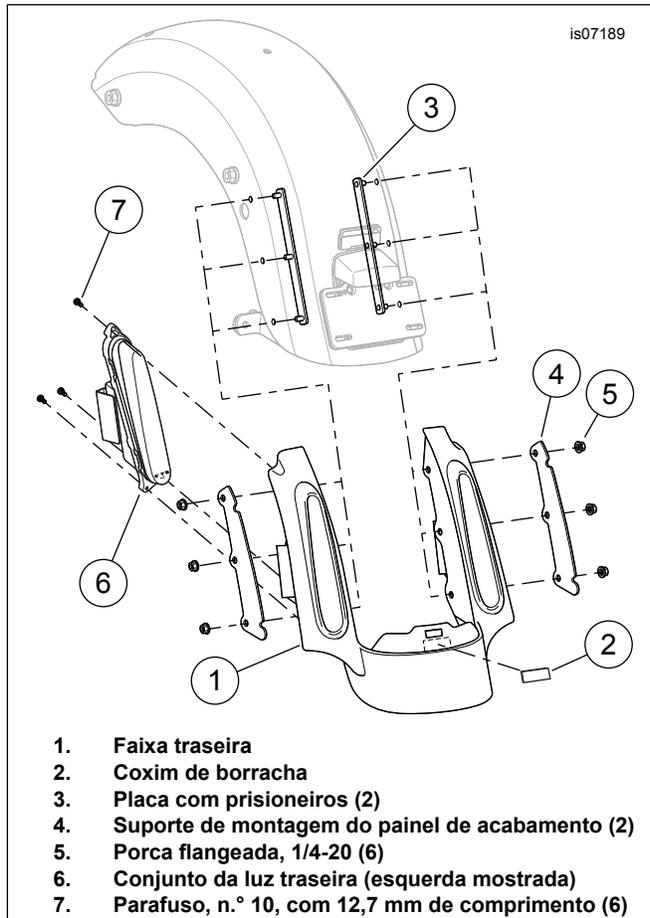

Figura 4. Instalação do painel de acabamento traseiro
4. Veja a figura 4. Remova a proteção da superfície adesiva da almofada de borracha de 44,5 x 19 x 1,6 mm (2).
5. Posicione a almofada no centro do painel de acabamento (1), logo abaixo da ranhura conforme mostrado, e pressione com firmeza no lugar.
8. Insira os três prisioneiros de uma placa com prisioneiros (3) vindo de debaixo do para-lama e passando pelos furos do para-lama e do painel de acabamento, de um lado.
10. Instale, sem apertar, as três porcas flangeadas (5) nas roscas dos prisioneiros.